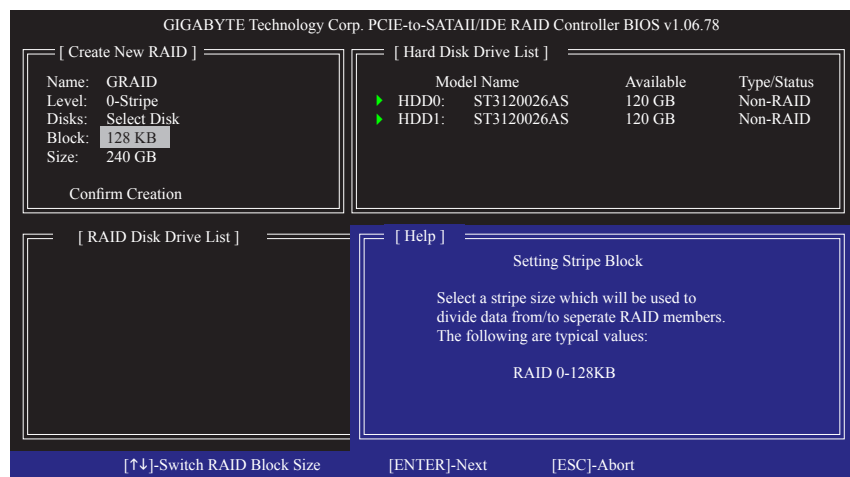

図 6
4. **Set Block Size (RAID 0 only):** **Block** 項目の下で、上または下矢印キーを使用してストライプブロックサイズを 4 KB ~ 128 KB の範囲で選択します(図 6) 。<Enter> を押します。